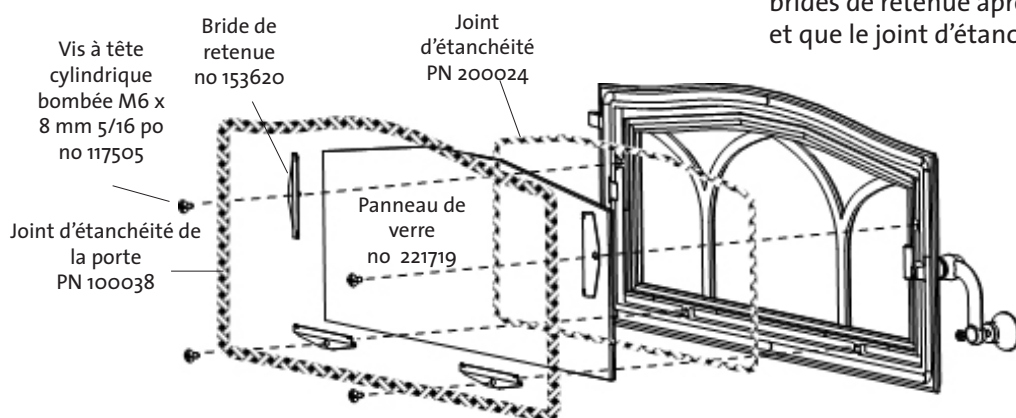

Figure 17. Pièce de remplacement de la porte de verre et des joints d'étanchéité.
2. Avec soin, retirez toutes les brides de retenue du verre à l'intérieur de la porte. Voir figure 17.